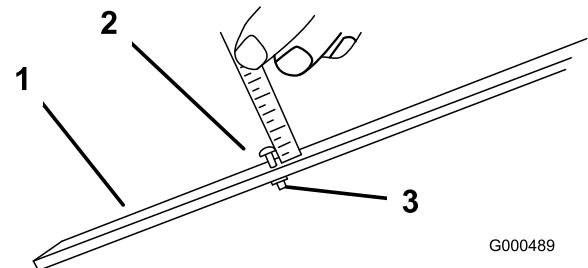

Figure 15
- Desserrez l'écrou du gabarit et tournez la vis de réglage de manière à obtenir la hauteur de coupe voulue (Figure 15). L'écartement entre la base de la tête de la vis et la face du gabarit correspond à la hauteur de coupe.